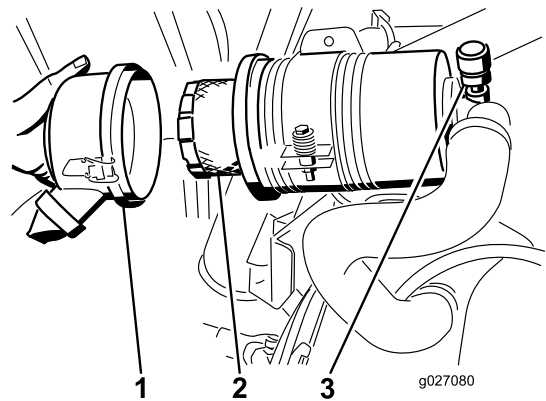

Figure 54
4. Déposez et remplacez le filtre (Figure 54).